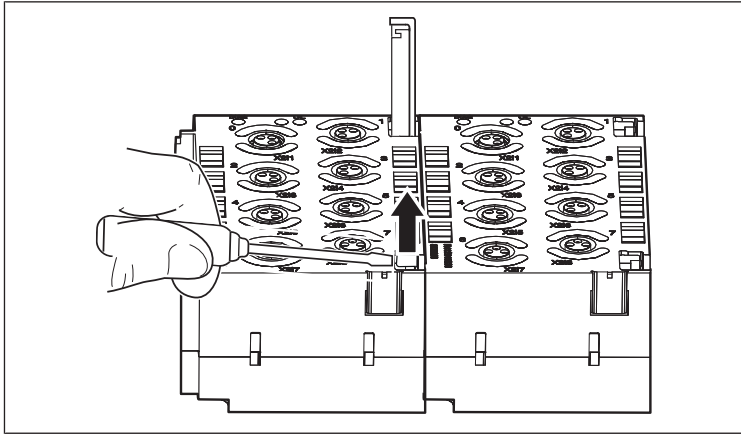

Bild 6: Lossa fjäderklämman och dra ut den till anslaget
2. Lossa alla nödvändiga fjäderklämmor med exempelvis en skruvmejsel och dra ut dem ända till anslaget (se Bild 6: Lossa fjäderklämmorna och dra ut den till anslaget).
3. Dra ut de båda fjäderklämmorna på den nya I/O-modulen uppåt till anslaget (se Bild 6: Lossa fjäderklämmorna och dra ut den till anslaget).
2. Lossa fjäderklämmorna mellan I/O-modulen och vänster ändplatta med exempelvis en skruvmejsel och dra ut de båda klämmorna uppåt till anslaget (se Bild 6: Lossa fjäderklämmorna och dra ut den till anslaget).